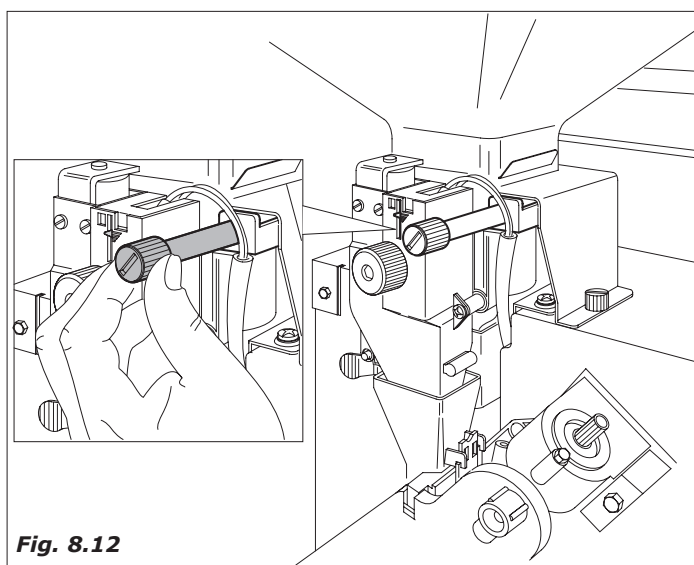

Fig. 8.12
- **Regulagem do grau de moedura.** Virar o parafuso (Fig.8.12) para obter os resultados desejados.